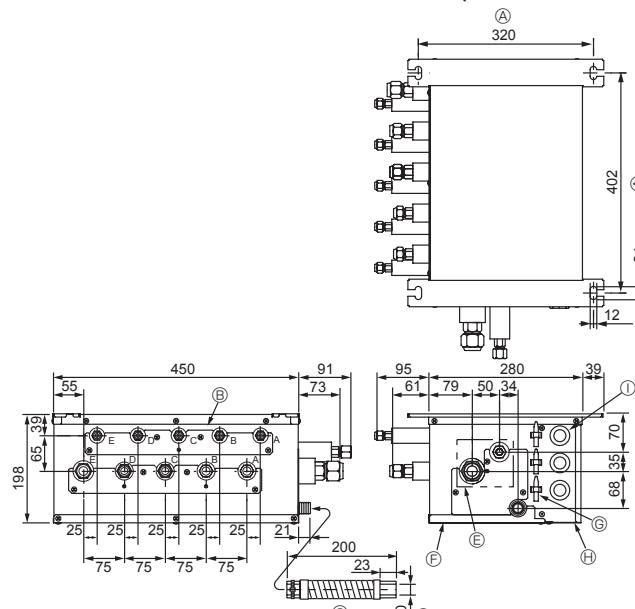

Fig. 4-3
#### ■ PAC-AK51BC/PAC-AK52BC/PAC-AK53BC (Fig.4-3)
- (1) Установите подвесные болты (приобретаются на месте), соблюдая указанный шаг (Fig. 4-3, 4-4).